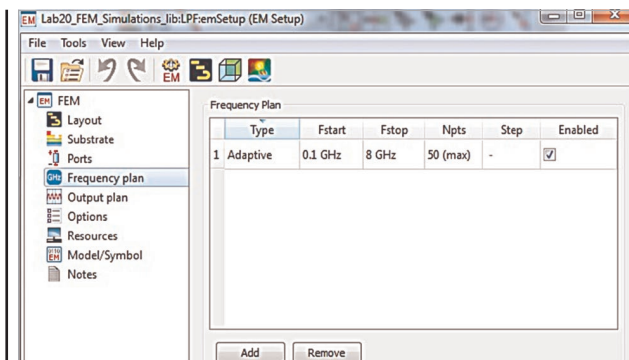

Рис. 93
- Виберіть опцію **Frequency Plan** (План співування частот) і введіть Fstart = 0.1 GHz; Fstop = 8 GHz (рис. 93).